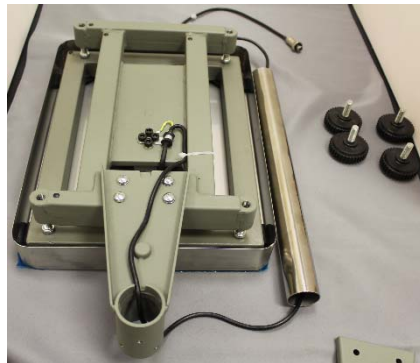
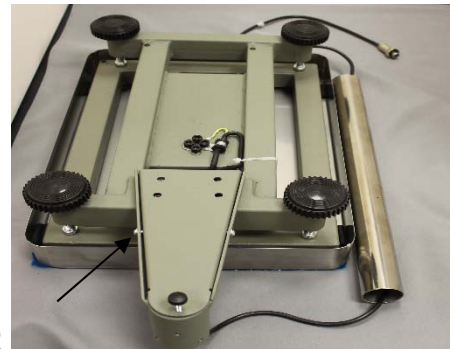

Abb. 1
Abb.2
- Nehmen Sie Wägebrücke, Stativhalterung und Stativ aus der Verpackung. Drehen Sie Wägebrücke um, und ziehen Sie das Kabel der Wägezelle vorsichtig durch die Stativhalterung. Befestigen Sie die Halterung nun mit den 4 mitgelieferten Schrauben (Abb.1). Setzen Sie die Abdeckplatte auf, und befestigen Sie diese mit den 2 Seitenschrauben. Schrauben Sie die 4x FüÙe an die Wägebrücke, und den kleinen Fuß, der für zusätzliche Stabilisierung sorgt, an das Ende der Stativhalterung. (Abb. 2)